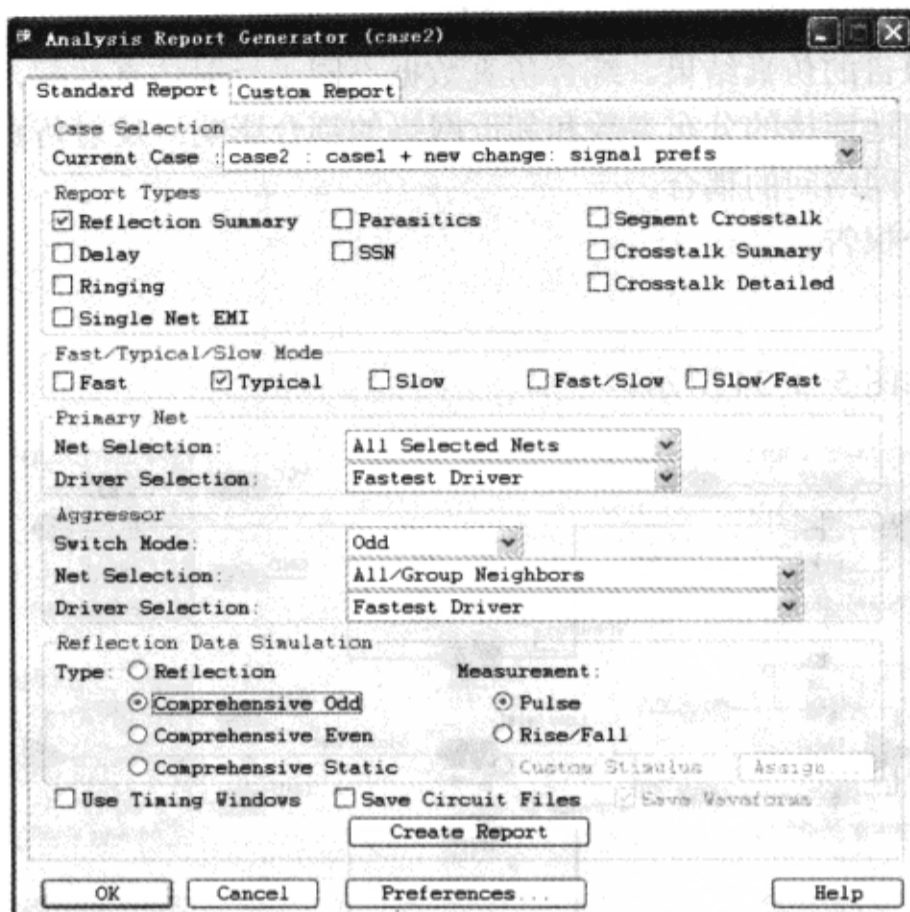

图 5-3-32 设置报告的内容
(3) 单击“Reports”按钮，弹出“Analysis Report Generator (case2)”对话框，具体设置如图 5-3-32 所示。